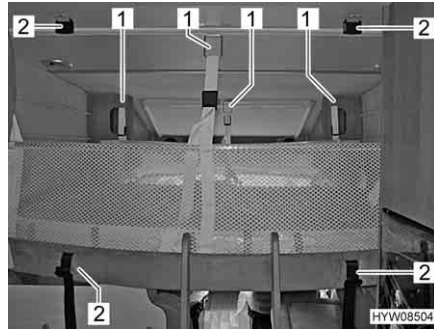

Fig. 66 Letto basculante con rete protettiva montata
- Allentare le cinture di ritegno (Fig. 66,2).
- Staccare le cinture di ritegno (Fig. 66,1) e sistemare la rete protettiva sotto il materasso.
- Assicurare il letto basculante al soffitto mediante cinture di ritegno (Fig. 66,2).
- Agganciare le cinture di ritegno (Fig. 66,1) ai ganci del soffitto.